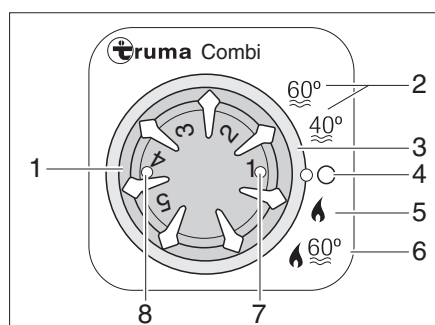

Fig. 82 Centralina di controllo per riscaldamento/boiler
- Impostare la modalità di funzionamento tramite l'interruttore girevole (Fig. 82,3).
Il riscaldamento seleziona da solo lo stadio necessario del bruciatore a seconda dello stadio di riscaldamento regolato. Durante la modalità di funzionamento "Riscaldamento e boiler" (Fig. 82,6) si riscalda anche l'acqua nel boiler. Nella modalità di funzionamento "Riscaldamento senza boiler" (Fig. 82,5) il riscaldamento può funzionare anche con boiler vuoto.
- Posizionare la manopola della temperatura (Fig. 82,1) della centralina di controllo sullo stadio di riscaldamento desiderato.
- Posizionare l'interruttore girevole (Fig. 82,3) sul funzionamento invernale "Riscaldamento senza boiler" (Fig. 82,5) o sul funzionamento invernale "Riscaldamento e boiler" (Fig. 82,6).
La spia di controllo verde (Fig. 82,7) si accende.
- Posizionare l'interruttore girevole (Fig. 82,3) su "O" (Fig. 82,4).
La combinazione funzionamento a gas e funzionamento elettrico a 230 V diminuisce il tempo di riscaldamento (è possibile solo se il riscaldamento viene impostato sulla centralina di controllo (Fig. 82) su funzionamento invernale).